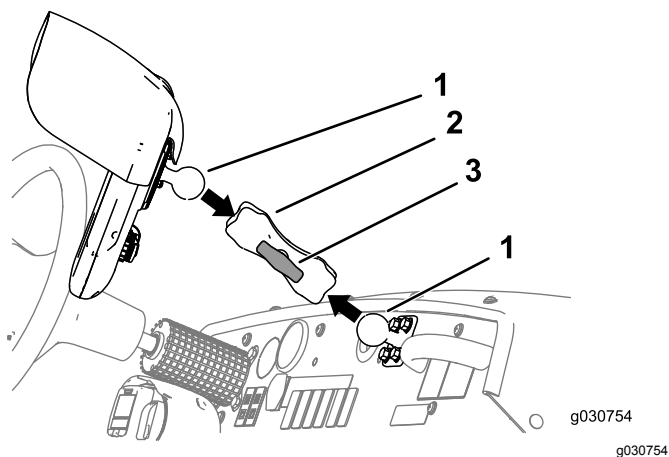

Figura 153
3. Afloje el pomo del brazo del monitor hasta que pueda encajar la bola-pivote de la parte trasera del monitor de fumigación y la bola-pivote del soporte del salpicadero en los alojamientos del brazo del monitor (Figura 153).
4. Desde el asiento del conductor (lado izquierdo), ajuste la posición del monitor de fumigación hasta que pueda ver la pantalla fácilmente (Figura 153).
5. Apriete a mano el pomo del brazo del monitor (Figura 153).